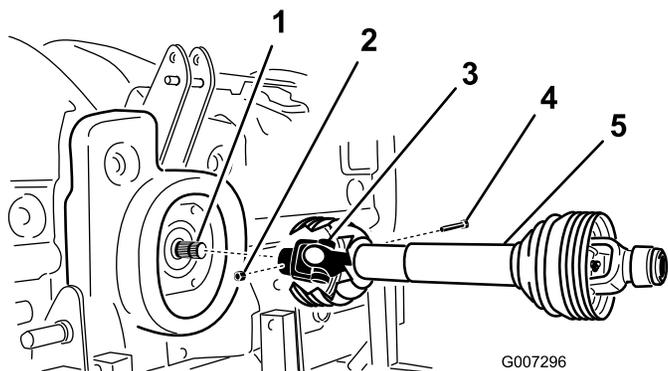

Figura 11
2. Collegare l'albero della presa di forza all'albero della trasmissione con un bullone da 1/2 x 3,00 poll. e un dado da 1/ poll. (Figura 11).